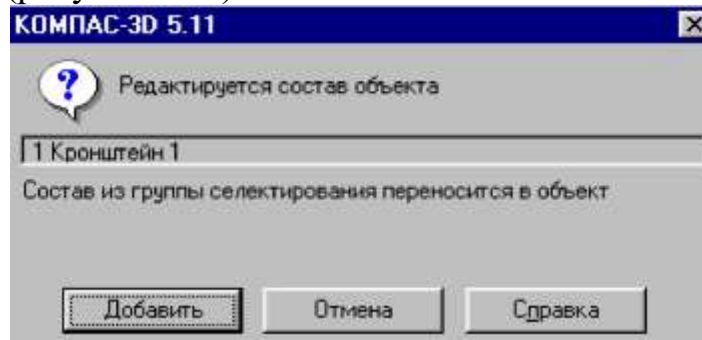

Рисунок 11.7 – Окно сообщения о редактировании состава объекта
4. В окне сообщения о редактировании состава объекта щелкните на кнопке *Добавить* (рисунок 11.7).